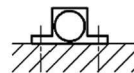
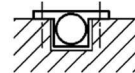

図3
図4
- 本製品は、その取付状態により周波数特性が変化することがあります。被測定物と完全密着した取付けが理想的であり、変換器に曲げやねじりなどの外力が加わるような取付けは避けてください。図3のように変換器底面を被測定物に密着させるのが基本です。図4のように取付フランジのみで固定する場合は、共振レベルが大きくなる場合がありますので、測定器のレンジ設定などに注意してください。